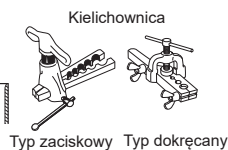

Fig. 4
- Prowadząc rury spustowe należy dopilnować, aby wąż spustowy (1) został poprowadzony zgodnie z rysunkiem. (Fig. 4)
- 5) Kielichowanie (Fig. 4, 5). Mocno zacisnąć rurę miedzianą o wymiarach podanych w tabeli. Wybrać A mm z tabeli odpowiednio do używanego narzędzia.